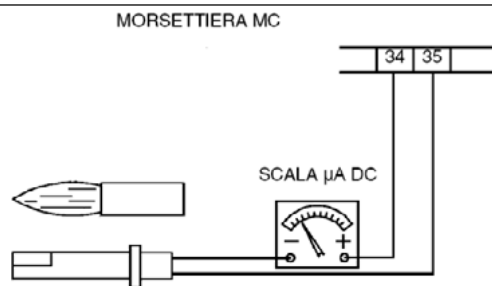

Fig. 12
- examen et nettoyage approfondi de la cellule de détection de flamme et remplacement si nécessaire. En cas de doute, vérifiez le circuit de détection, après avoir redémarré le brûleur, en suivant le schéma de la Fig. 12.